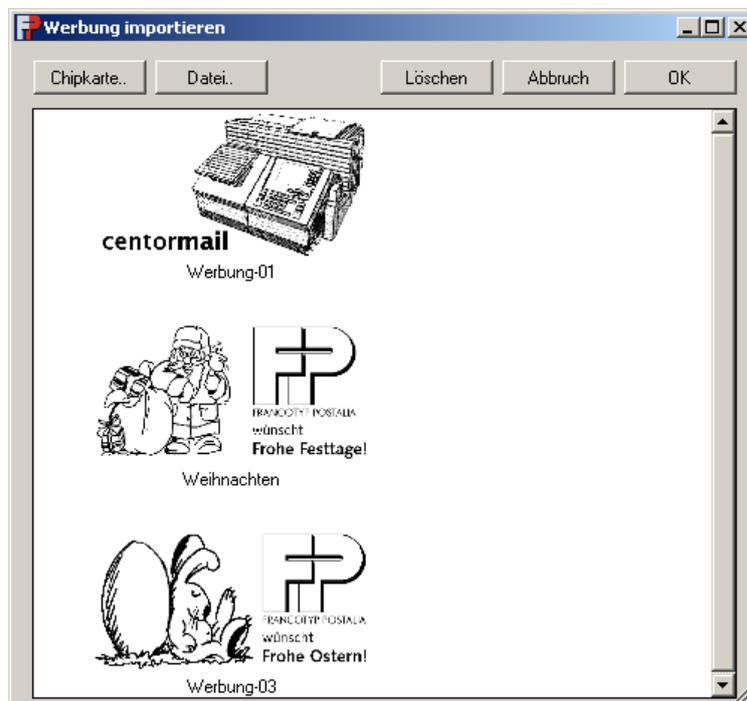

Abbildung 11: Laden von Werbungen
- Die Schaltfläche **Werbungen...** erlaubt die Auswahl von Werbungen von Chipkarte oder aus einer Datei (s. Abbildung 11: Laden von Werbungen). Der Vorgang des Ladens ist dem der Kundenverwaltung ähnlich.